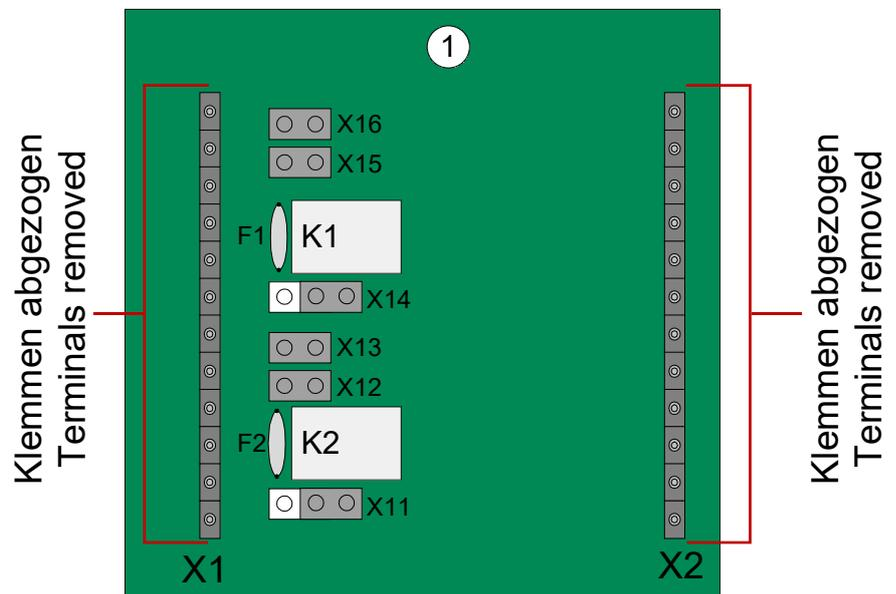

Abb.8: esserbus®-Koppler (Bestückungsseite) ① mit abgezogenen Klemmen und Steckbrückenbeispiel
- Steckbrücken des Alarmierungskopplers vor der Montage konfigurieren. (siehe Abb. 8)